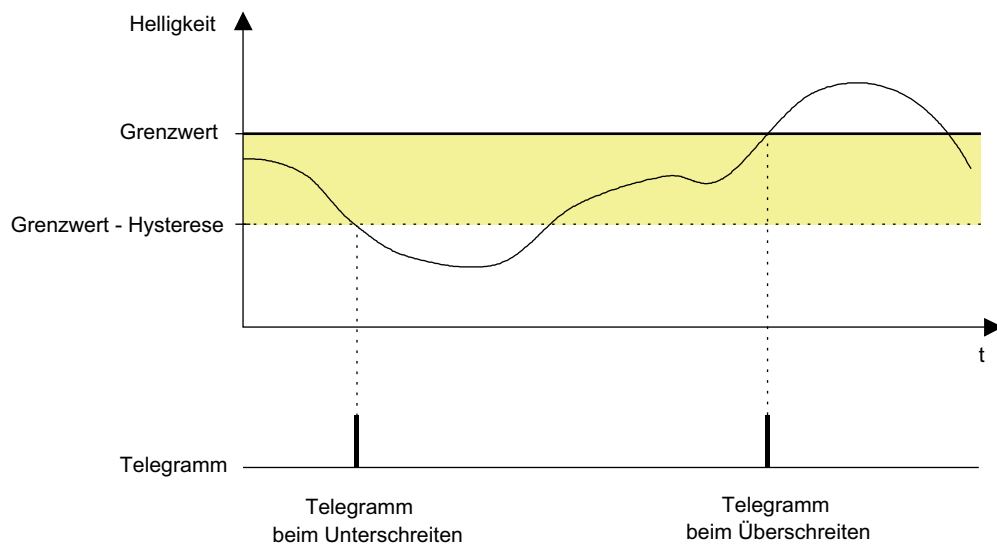

Bild 30: Beispiel 1 zur Grenzwertdefinition
1. Helligkeitsgrenzwert = Obere Schwelle (Bild 30)